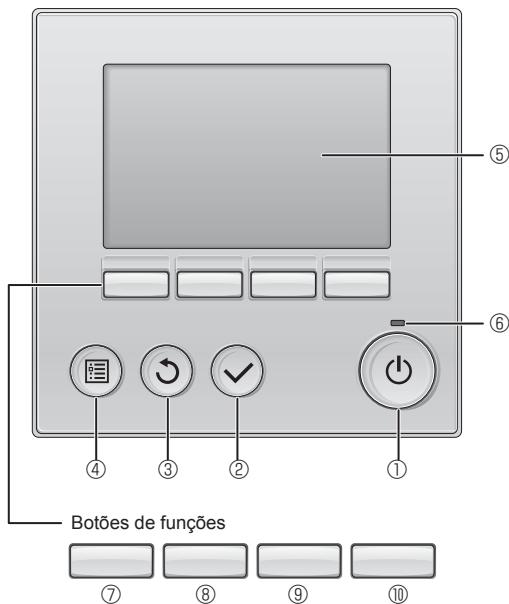

Fig. 6-1
6.2.1. Utilização do controlo remoto com fios (Fig. 6-1)
① Botão [LIGAR/DESLIGAR]